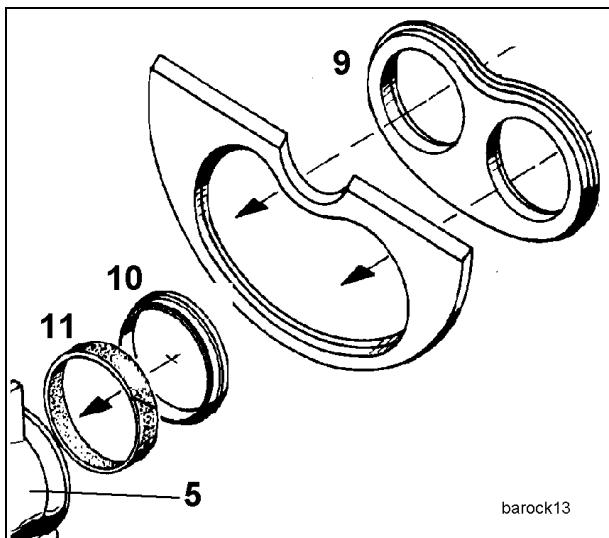

Fig. 1
- Aflojar la tuerca de ajuste 1 (Fig. 1) dándola dos a tres vueltas.